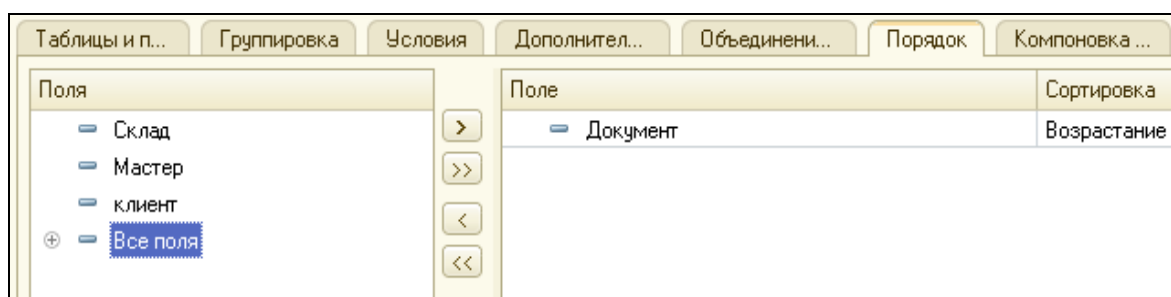

Рисунок 4.10 Упорядочивание Реестра по полю Документ
7. Перейти на закладку **Порядок** и указать упорядочивание **Возрастание** по значению поля **Документ** (рис.4.10).